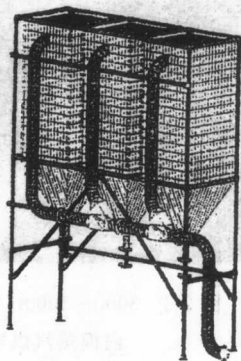

图 2-2 熟化仓
② 熟化。将预发泡珠粒贮存在容器中熟化——称熟化仓（或熟化器），一般容量  $1\sim 5\text{m}^3$ ，为防止输送珠粒产生静电引起珠粒逸出，戊烷燃烧不能采用塑料管（要带有接地片）进行输送，采用金属管并接的要好，熟化仓应放置在良好的通风条件下，以减少熟化珠粒的静电，使制模操作中充填模具时静电作用影响降低。熟化仓见图 2-2。